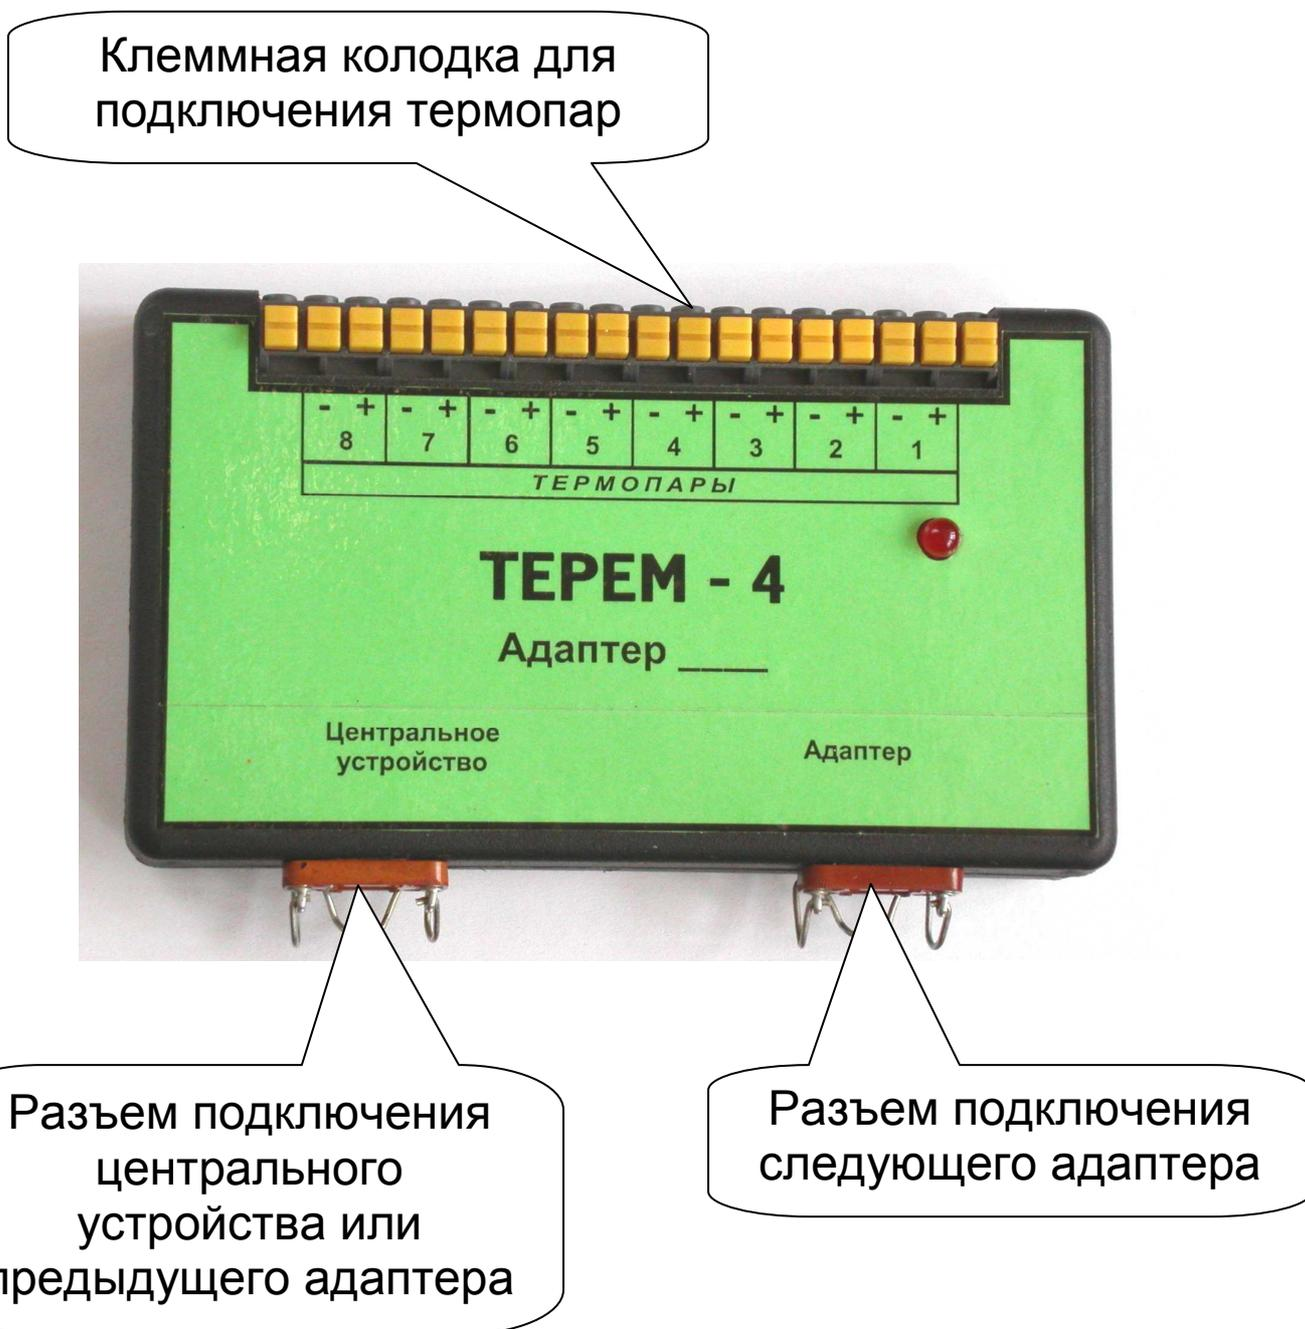

Рис. 4.4
4.5. Внешний вид одной из модификаций 8-канального адаптера термопар показан на рис. 4.4. В пластмассовом корпусе размещены печатная плата, светодиод, загорающийся в момент измерений или мигающий при неисправностях, разъемы подключения к центральному устройству и другим адаптерам, клеммная колодка с пружинными контактами для подключения датчиков-термопар.